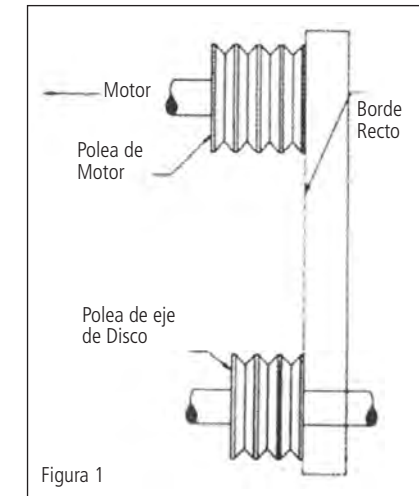

Figura 1
6. Para revisar el alineamiento, utilice una escuadra. Ver figura 1.